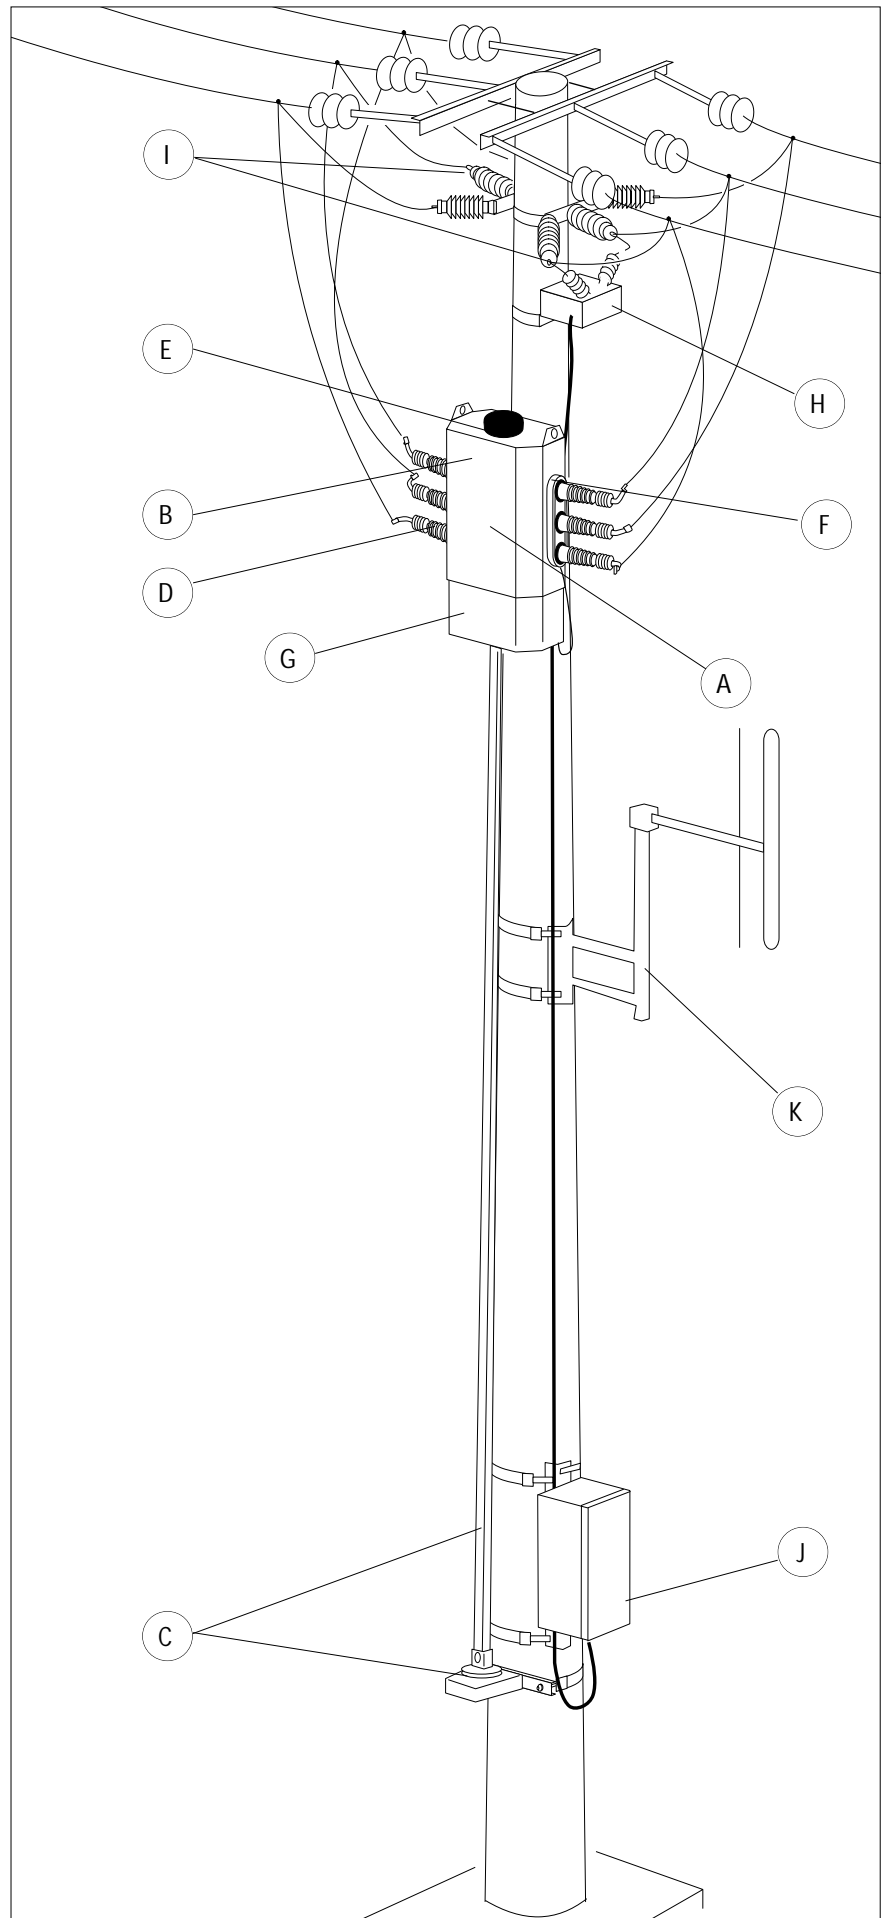

fig. 1
- soit à l'extérieur, sur le poteau, au dessus de l'interrupteur (fig.1, page 4).